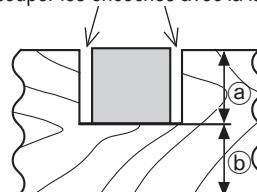

Fig. 44
Les encoches dans les pièces se découpent comme indiqué à la Fig. 44 en réglant le boulon de réglage de la profondeur de 6 mm.
- (2) Régler la profondeur de coupe voulue en réglant la distance entre la lame et la surface du plaque tournante (voir ⑤ à la Fig. 44).